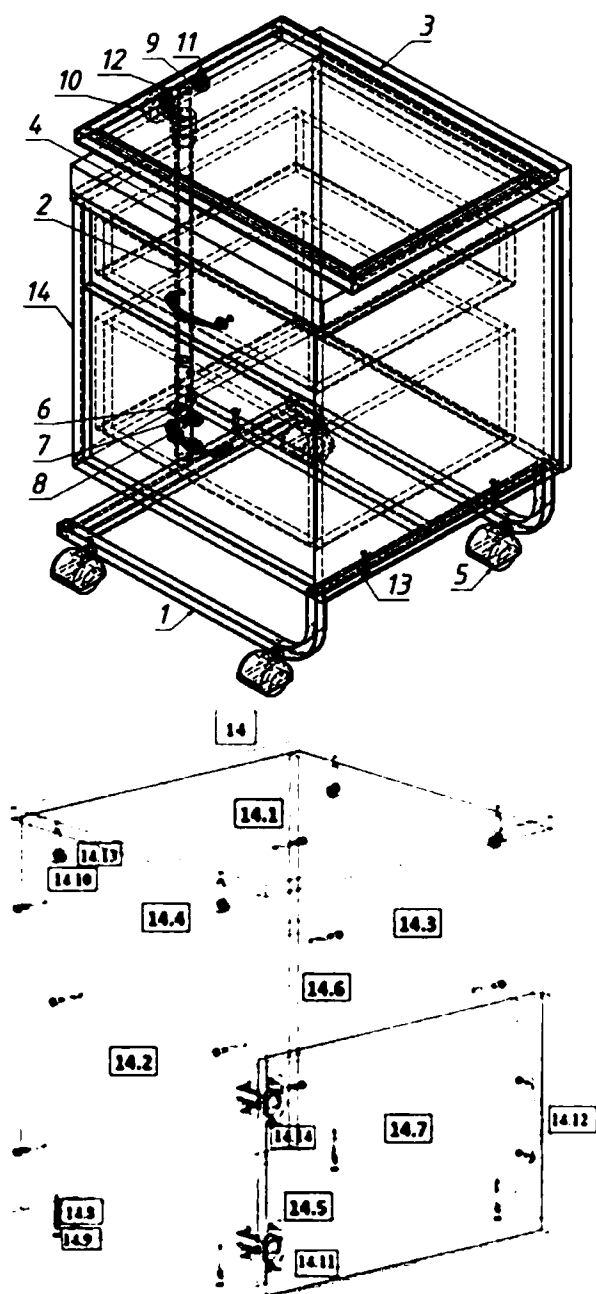

Рис.1
1) Внимательно ознакомьтесь со схемой сборки, изображённой на рис.1, сверяясь со спецификацией на изделие. Согласно схеме и спецификации определите расположение деталей в изделии и порядок их сборки. Сборка производится на ровном полу, укрытом материалом, предотвращающим повреждение покрытия пола и деталей мебели. Подготовьте необходимые для сборки инструменты – плоскую и крестовую отвёртки, молоток, рулетку или линейку, ключи на 17 и 12мм.
3.2) Евровинтами (14.8), как показано на рис.1, соедините вертикальные боковые стенки (14.2 и 14.3) с горизонтальными стенками (14.5 и 14.6). Установите крышку (14.1). Затяжка соединения производится путём поворота эксцентриков до упора в направлении стрелки, выштампованной на корпусе стяжки. На видимые головки евровинтов (14.8) и эксцентриков (14.13) установите заглушки (14.9 и 14.10).